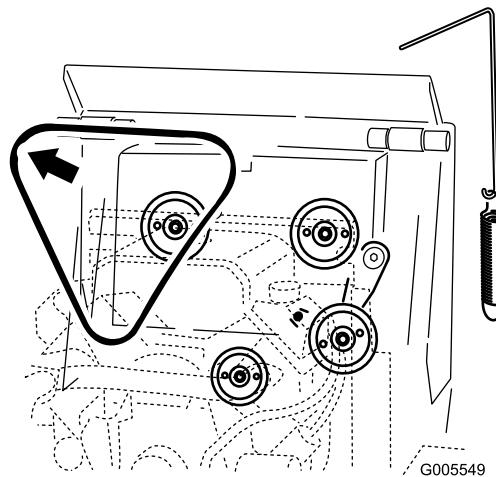

Figura 49
5. Rimuovete la cinghia dalle tre pulegge (Figura 49).